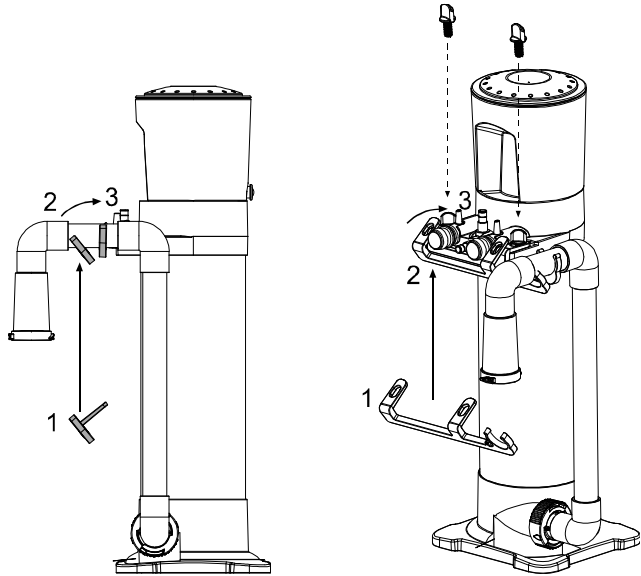

図 10:ハングオン式位置決めブラケット
3. ハングオン式固定ブラケットをハングオン式インレットパイプにはめ込み、付属のプラスチックネジ 2 本を使ってブラケットをスキマー上部に取り付けます(図10)。